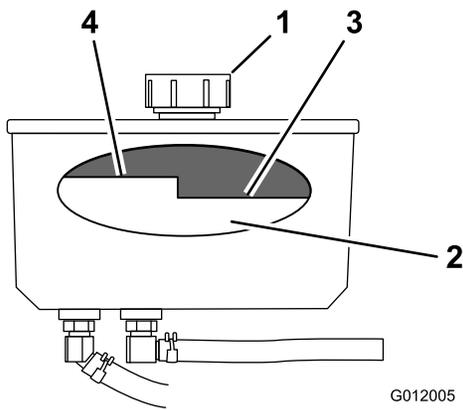

図 71
3. 油圧オイルタンクの注油口周辺をきれいに拭く 図 71。
4. 給油口からキャップを取る 図 71。
注 オイルが暖かいとき、高温時FULLレベルの下までであれば適正である 図 71。